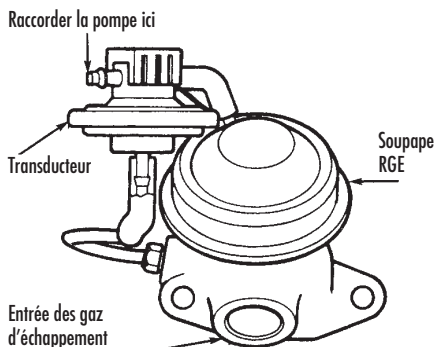

FIGURE 12: CONTRÔLE DE LA SOURCE DE VIDE POUR LA VALVE DE RETARD À L'ALLUMAGE À L'AIDE DE LA POMPE
1) Déposer le filtre à air et obturer le raccord du collecteur d'admission. Faire démarrer le moteur et le faire chauffer à la température normale de fonctionnement. Positionner le taquet de ralenti accéléré sur la deuxième saillie de la came de ralenti accéléré (pour obtenir 1500 tr/mn environ), puis noter le régime indiqué par un tachymètre. Utiliser la pompe pour contrôler la dépression de la source à un orifice du collecteur d'admission (FIGURE 12). Noter cette valeur.